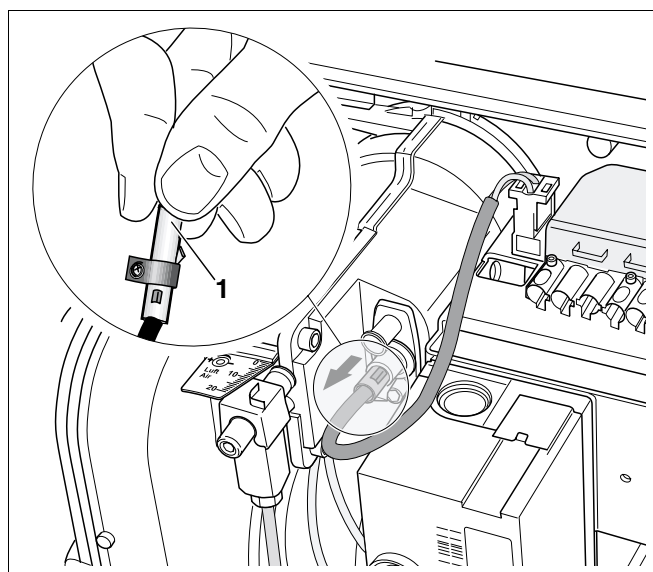

Fig. 21 Verificação da função do sensor de chamas
- Retire o sensor de chamas do seu suporte, com o queimador em funcionamento, através da respectiva pega (Fig. 21).
- Destape o sensor de chamas (Fig. 21, **Item 1**). Depois de um re-arranque deve ocorrer uma paragem por avaria.